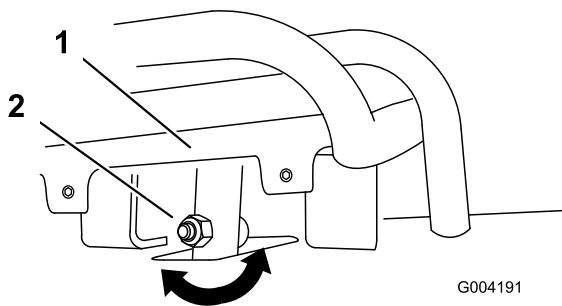
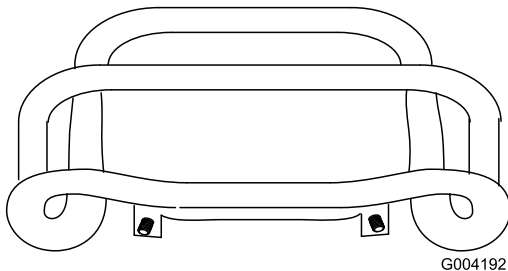

Bild 54
Bild 55
4. Wenn die Vorderseite des Fahrtriebs nicht bündig und gleichmäßig am Anschlagbügel bleibt, lösen Sie die Bundmutter und die Schraube im Schaft des Fahrtriebs (Bild 54).
5. Stellen Sie den Fahrtrieb so ein, dass er bündig am Anschlagbügel bleibt, wenn er gerade nach hinten gezogen wird (Bild 54 und Bild 55).
- C. Lösen Sie die Bundmutter und die Schraube im Fahrtriebsschaft (Bild 54).
- I. Stellen Sie den Fahrtrieb so ein, dass er bündig am Anschlagbügel bleibt, wenn er gerade nach hinten gezogen wird (Bild 54 und Bild 55).